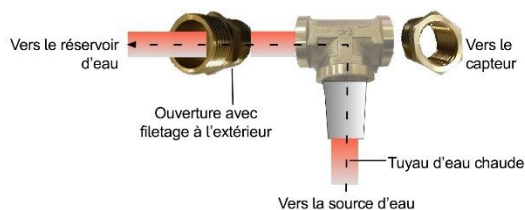

Figure 3 : raccord en T
2. Raccordez le raccord en T au réservoir d'eau (voir la Figure 3) :